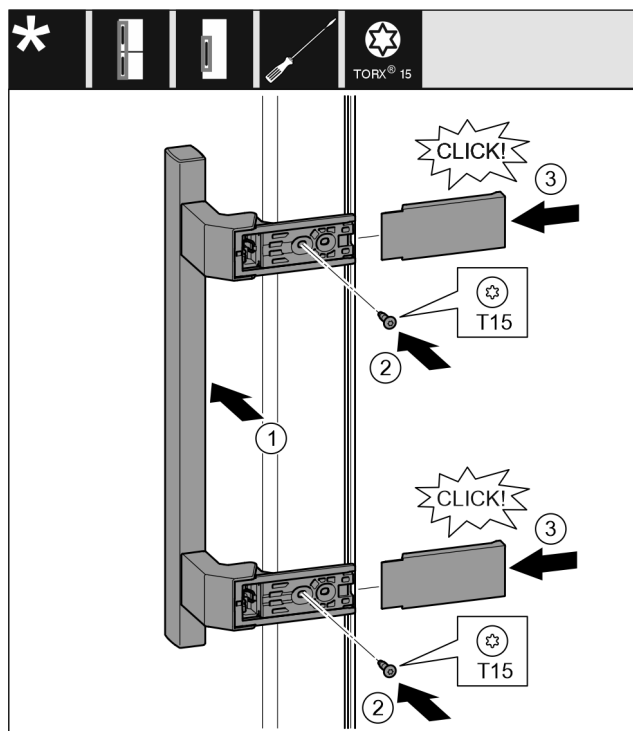

Fig. 40
- ▶ Pielieciet rokturi pretējā pusē. Fig. 40 (1)
- ▶ Pieskrūvējiet skrūves ar skrūvgriezi T15. Fig. 40 (2)
- ▶ Pielieciet un uzbīdīet sānos pārseģus. Fig. 40 (3)